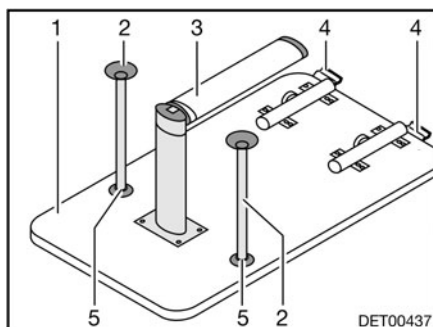
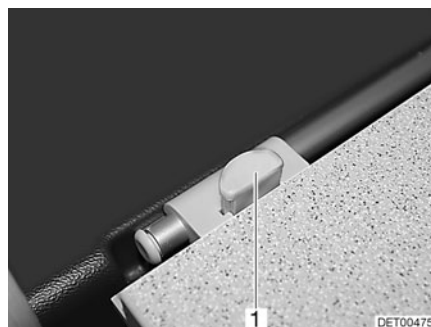

Fig. 71 Base de cama
Fig. 72 Bloqueo
- Levantar 45° aprox. el tablero de mesa (Fig. 71,1) por delante.
- Abatir la parte inferior de la pata de apoyo articulada (Fig. 71,3) 90°. Para ello, según el modelo, tirar la parte inferior de la pata de apoyo articulada hacia abajo o presionar el botón de desbloqueo.
- En el bloqueo (Fig. 71,4) pulsar el botón de desbloqueo (Fig. 72,1).
- Según el modelo, encajar los dos pies de apoyo adicionales (Fig. 71,2) en los alojamientos (Fig. 71,5) en el lado inferior del tablero de la mesa.